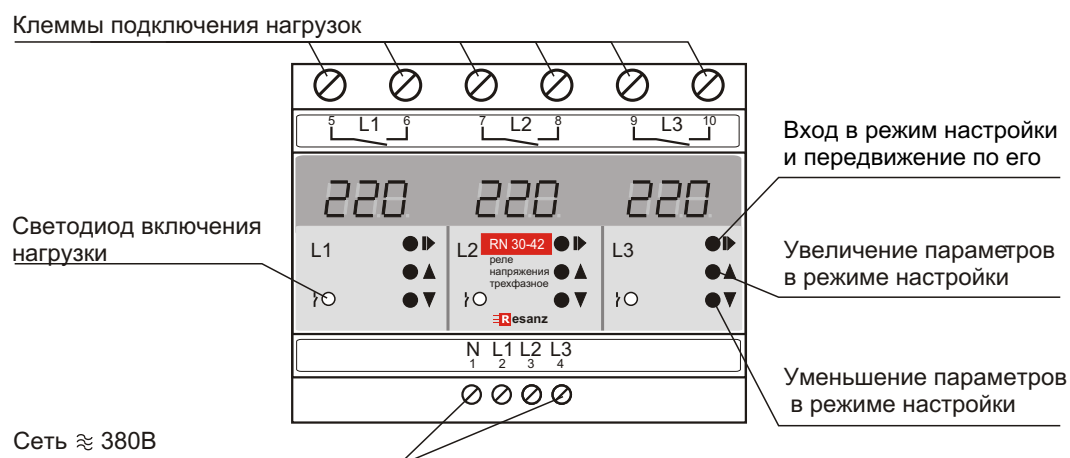

Рис. 1. Устройство прибора
7.1. Изделие имеет светодиодный дисплей, отображающий (рис. 1):